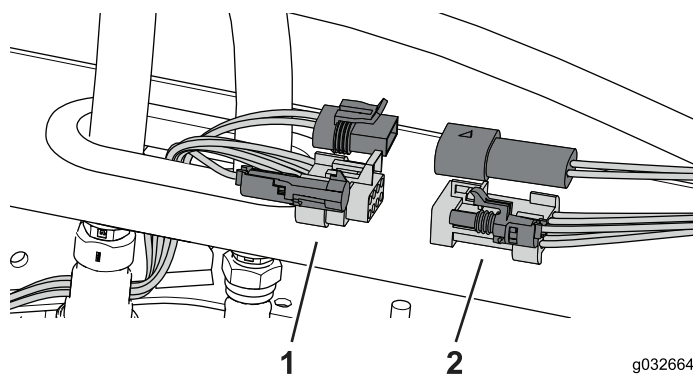

Figura 74
1. Enrute el arnés de cables desde la cabina hacia el arnés de cables de la máquina (Figura 74).